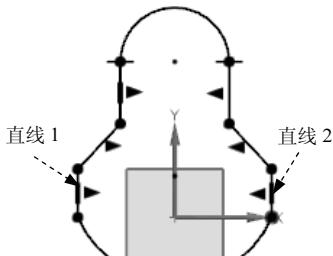
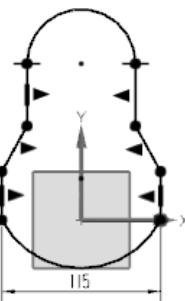
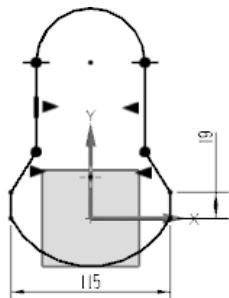
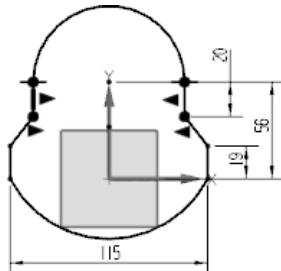

图 5.11.5 定义标注参考
图 5.11.6 水平标注
图 5.11.7 标注竖直尺寸 1
图 5.11.8 标注竖直尺寸 2
(1) 标注水平尺寸。选择下拉菜单 **插入(S)** → **尺寸(M)** → **水平(H)...** 命令，可标注图 5.11.5 中两直线间的长度；单击绘图区域中的一点确定标注位置；在弹出的动态输入框中输入尺寸值 115，单击中键，完成效果如图 5.11.6。
(2) 标注竖直尺寸。选择下拉菜单 **插入(S)** → **尺寸(M)** → **竖直(V)...** 命令，标注直线 2 (图 5.11.5)，竖直尺寸为 19，完成效果如图 5.11.7。接着标注其余竖直尺寸，完成效果如图 5.11.8。